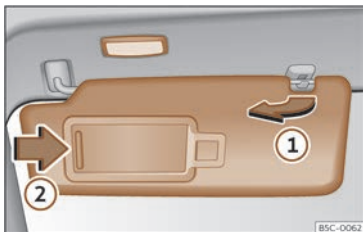

Fig. 111 Parasol.
- O parasol pode extraerse da fixación e xirarse cara á porta >>> fig. 111 ①.